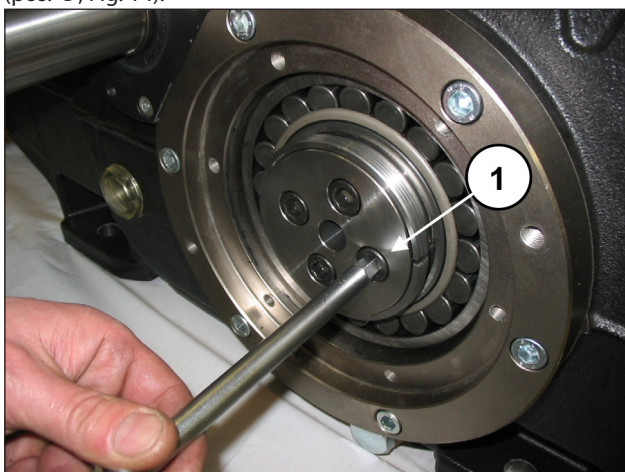

Fig. 13
Svitare ed estrarre le viti di fissaggio flangia bloccaggio bussola, da entrambi i lati (pos. ①, Fig. 13).